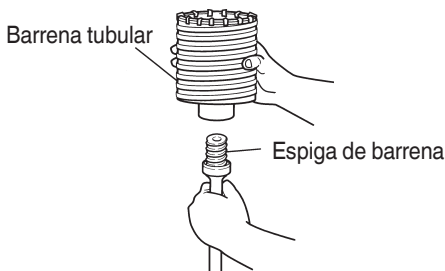

Fig. 17
- (1) Montar la barrena tubular en su espiga. (Fig. 17)